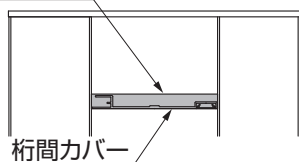

図7-2
③ 桁間力バーに止水クッション材を貼付けてください。(図7-2参照)
④ 桁端部キャップを【1-1】で桁間力バーに取付けてください。